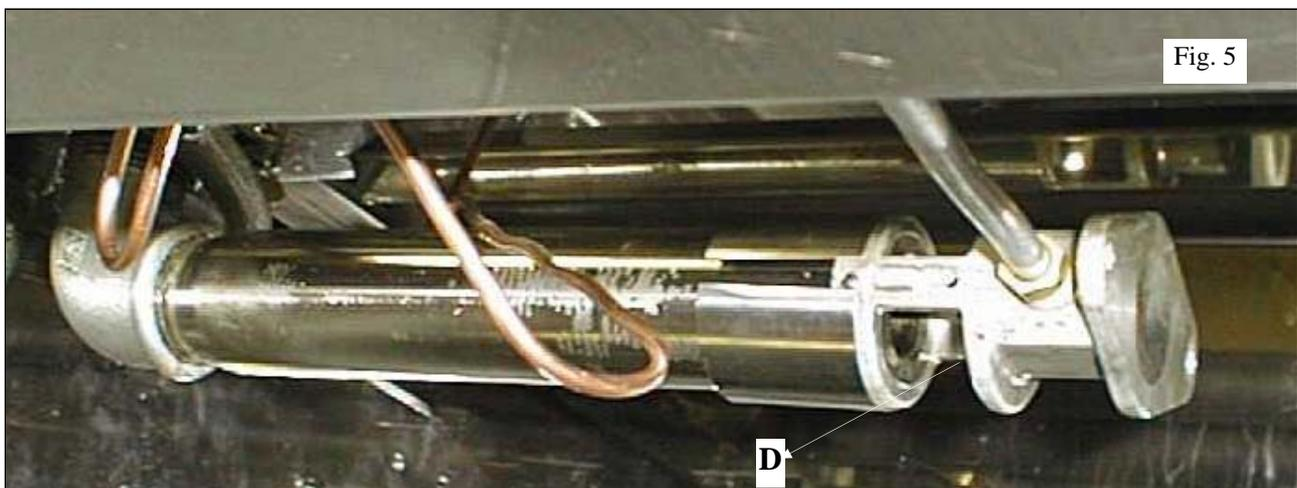

Fig. 5
- (FR)** Echanger l'injecteur **D** (tableau n° 8 en annexe 2, fig. 5).
- (GB)** Replace the injector **D** (Table 8 in appendix 2, fig. 5).
- (NL)** Verwissel de injector **D** (tabel n° 8 bijlage 2, fig. 5).